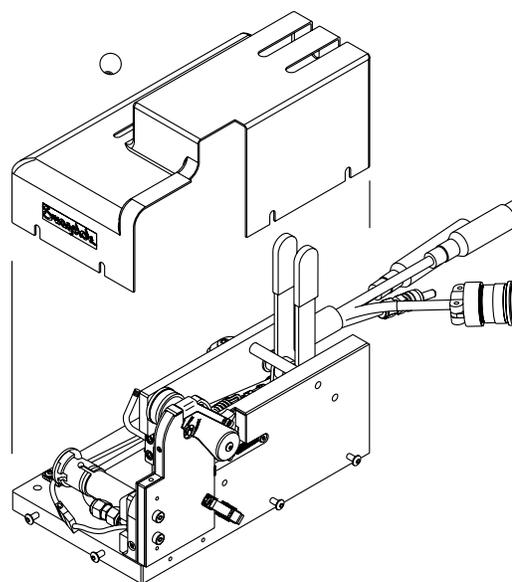

図 58：金属製カバーを再度取り付ける
21. 金属製カバーを固定する 8 本のネジを締め付けます。図 58 をご参照く